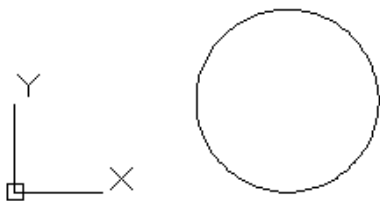

图 2-54 绘制的一个圆
(1) 新建一个图形文件，设置好所需的点样式。
(2) 在功能区“常用”选项卡的“绘图”面板中单击“圆心，半径”按钮，绘制如图 2-54 所示的一个圆，具体的操作过程如下。